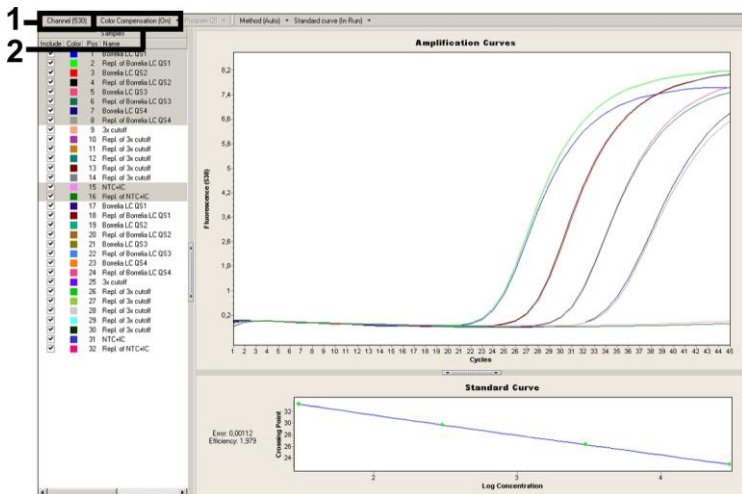

Abb. 12: Aktivierung des *Color Compensation File* und Auswahl des Fluoreszenz-Kanals.
Bitte gehen Sie bei der Analyse der PCR-Daten nach folgendem Schema vor (siehe Abb. 12):
- Die *LightCycler* Software Version 4.0 enthält eine als *Color Compensation File* bezeichnete Datei, die Signal-Interferenzen zwischen den Fluoreszenz-Kanälen kompensiert. Diese Datei öffnen Sie vor, während oder im Anschluss des PCR-Laufs durch Aktivierung der Schaltfläche *Color Comp (On/Off)* und anschließend *Select Color Compensation* (siehe Abb. 12). Sollte kein *Color Compensation File* installiert sein, erstellen Sie die Datei bitte unter Beachtung der Anleitung im *LightCycler Operator's Manual*.